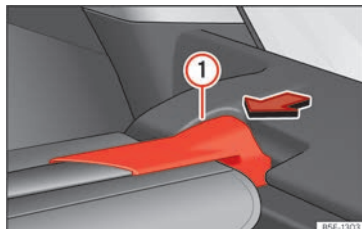

Abb. 184 Im Gepäckraum: Abdeckung ausbauen.
- Drücken Sie die Aufhängung der Abdeckung >>> **(Abb. 184) ①** in Pfeilrichtung.
- Lassen Sie die Aufhängung der Abdeckung >>> **(Abb. 184) ①** auf der anderen Seite in der Aufnahme einrasten.